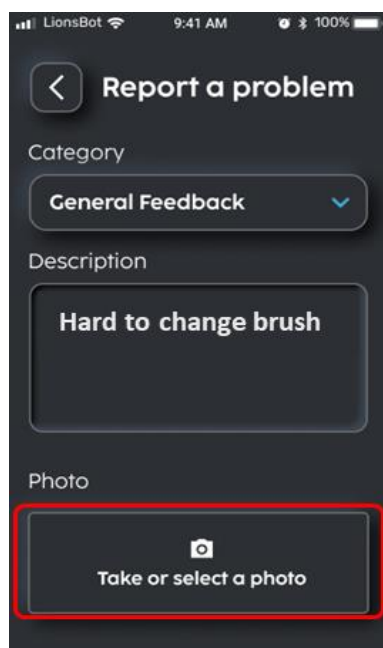

FIGURE 7-24
4. Prenez ou sélectionnez une photo du problème (Facultatif) (Fig. 7-24 et 7-25).